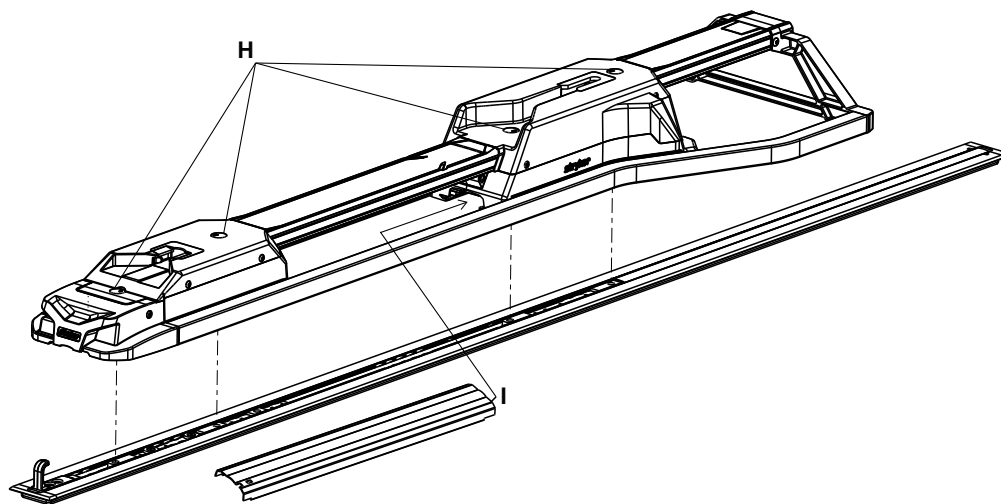

図 17 - 固定具を取り付ける
17. スピンキャップ ( H ) を半回転回し、キャップの下に取り付けられている床プレートのボルトにアクセスします ( 図 17 )。
19. 3/8インチ六角レンチを使って、2つのクリートに他の3つの取り付けられた床プレートのボルト ( H ) に取り付けます ( 図 17 )。
23. 頭側端部ハウジングの開口部に中央カバーアセンブリ ( 6392-001-011 ) ( I ) のノッチのない側を挿入します ( 図 17 )。
- \_\_\_\_\_ トルクレンチを使用して、取り付けられた4本の床プレートのボルトすべてを60+/-10 ft-lb (81+/-14 Nm) のトルクで締めます(図 17)。